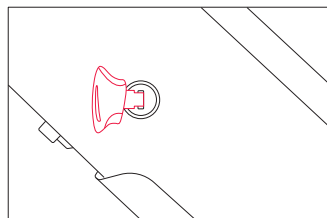
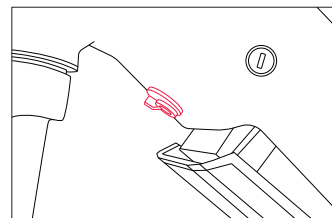

Abbildung 5
Abbildung 6
Schritt 2: Benutzen Sie den Schlüssel, um den Akku zu entriegeln (Abb. 5). Während Sie den Akku mit einer Hand halten, lösen Sie den Akku, indem Sie den Freigabeschalter auf der Unterseite des Rahmens drehen (Abb. 6).